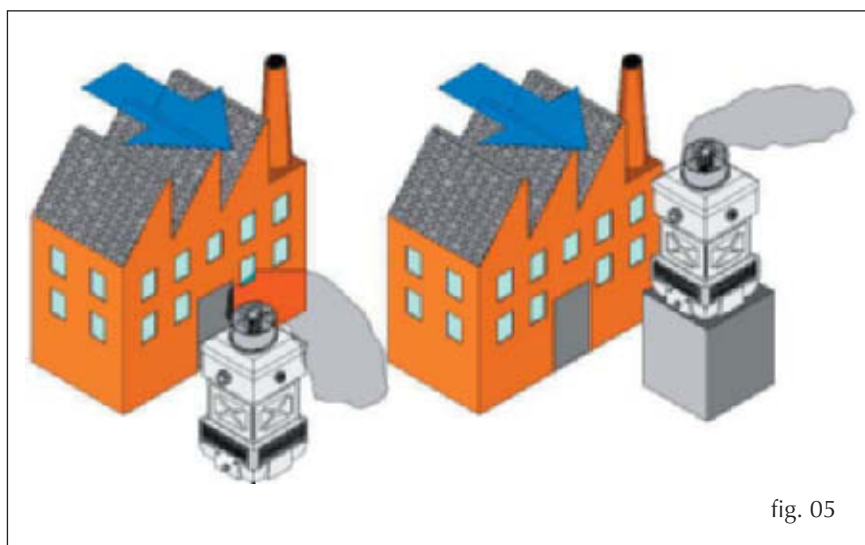

fig. 05
- Evite por todos los medios tapar, apantallar, canalizar o colocar cualquier tipo de objeto que pueda obstaculizar la circulación libre y correcta del aire de la torre. Tenga cuidado especial ante la posible presencia de vientos y a que se puedan producir situaciones de "sotavento" que provoquen un reflujo del aire en la torre (Fig. 05).